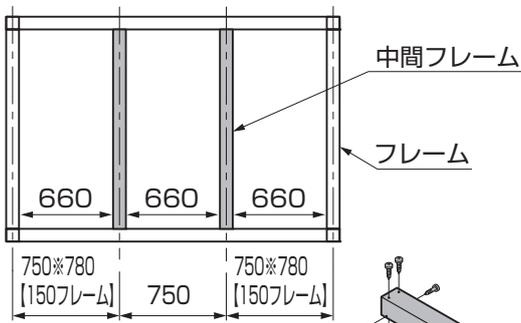

図6-7
- 中間フレームのピッチが750mmになっていることを確認してください。(図6-7参照)
- ②フレーム固定ネジ「φ5×16ナベドリルネジ」を取外して【3-8】を取付けて再度フレームに固定してください。